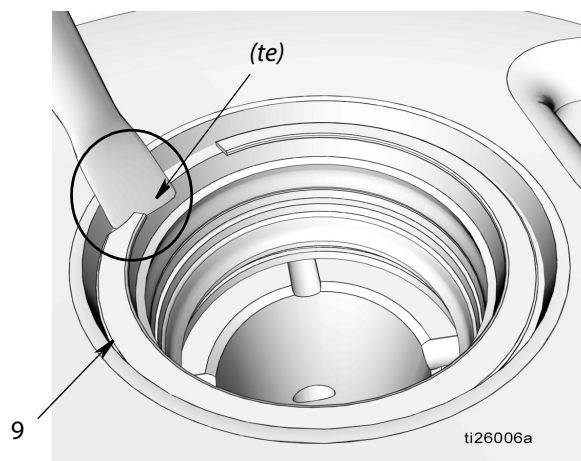
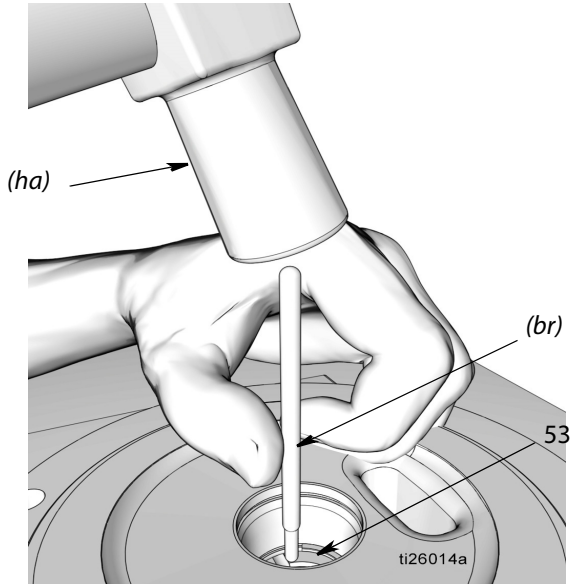

Рис. 25
Рис. 26
- a. Используйте плоское лезвие маленькой отвертки под скошенной кромкой (*te*) стопорного кольца (9) для снятия кольца, как показано на Рис. 25.
- b. Извлеките распорную деталь конического сечения (10), уплотнение (11) и распорную деталь (12).
- c. Используйте плоское лезвие маленькой отвертки под скошенной кромкой (*fe*) стопорного кольца (51) для снятия кольца, как показано на Рис. 25, и снимите стопорное кольцо.
**НЕ ДОПУСКАЕТСЯ СНИМАТЬ ПОСЛЕДНЕЕ СТОПОРНОЕ КОЛЬЦО (51).**
- d. Извлеките распорную деталь (12), уплотнение (11) и распорную деталь (12).
19. Используйте стержень из мягкой латуни (*br*) и молоток, (*ha*) чтобы аккуратно выбить элемент соединительной муфты (53) из основания насоса (1) (Рис. 26).